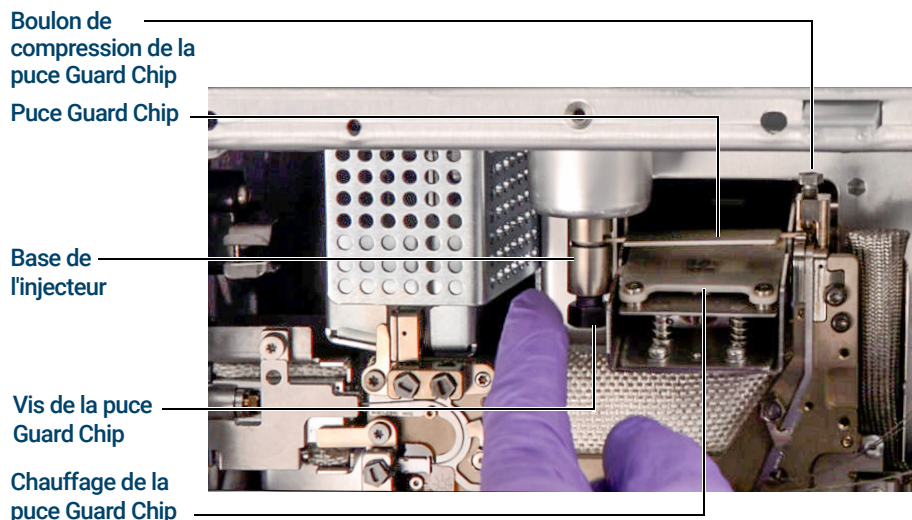

Figure 13. Puce Guard Chip et pièces associées
- 9 Sortir la plaque d'accès du boulon de compression pour permettre au générateur de couple d'avoir accès au boulon de compression de la puce de protection. (Voir **Figure 13** page 74.)